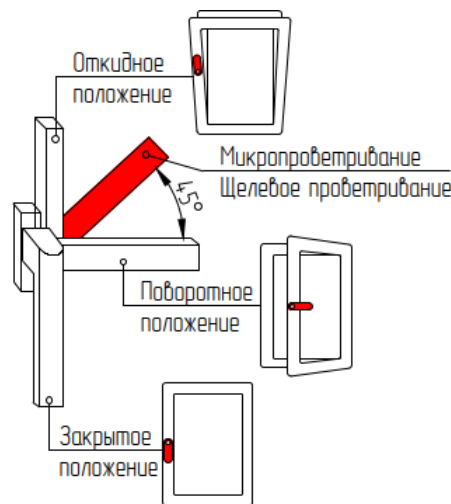

Рис. 1
1. Чтобы открыть (распахнуть) створку окна, ручку поворачивают на 90 градусов в горизонтальное положение (положение «Открыто» на Рис. 1). При повороте ручки закрытую створку слегка прижимают к раме другой рукой (чуть выше ручки). Затем, потянув за ручку, створку распахивают (**сплошной режим – поворотное открывание**).
2. Для перевода створки из закрытого положение в откидное, поворот створки относительно нижней горизонтальной оси, (положение «Откинута» на Рис.1) ручку поворачивают вертикально на 180 градусов вверх, затем, потянув за ручку, поворачивают створку относительно нижней горизонтальной оси на заданный изготовителем угол (не более 10 градусов) (**откидной режим**).
3. Для запираения створки из открытого или откидного положения ее сначала закрывают и, придерживая створку рукой, поворачивают ручку вертикально вниз (положение «Закрыто» на Рис. 1).
4. Для перевода створки в положение «**Проветривание**» ручку поворачивают из положения «Откинута» в положение «**Проветривание**» на 45 градусов (см. Рис. 1). При этом створка окна (после небольшого поворота относительно нижней горизонтальной оси) фиксируется, будучи неплотно прижатой к раме окна вверх. Зазор между рамой окна и створкой (в верхней части) в данном режиме может составлять от 5 до 10 мм. и регулируется небольшим поворотом ручки (**щелевой режим**).